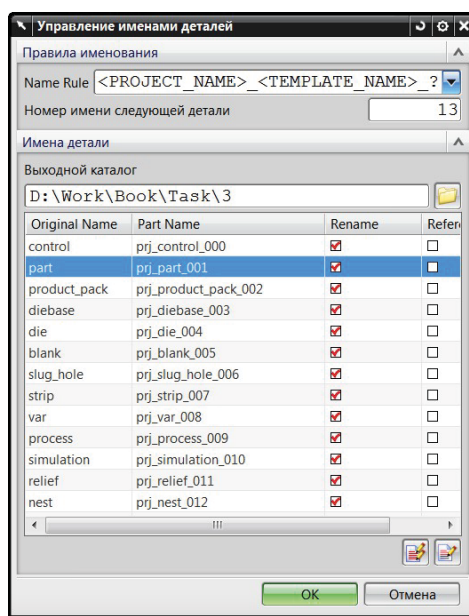

Рис. 4.7. Окно диалога «Управление именами деталей»
8. Внесите изменения в имена компонентов сборки или сохраните их по умолчанию в соответствии с **Name Rule** (рис. 4.7). В окне **Управление именами деталей** можно поменять правило создания имен **Name Rule** и папку файлов проекта. Для этого требуется изменить путь к папке в строке **Выходной каталог** и в выделенной строке изменить имя файла (**Part Name**).